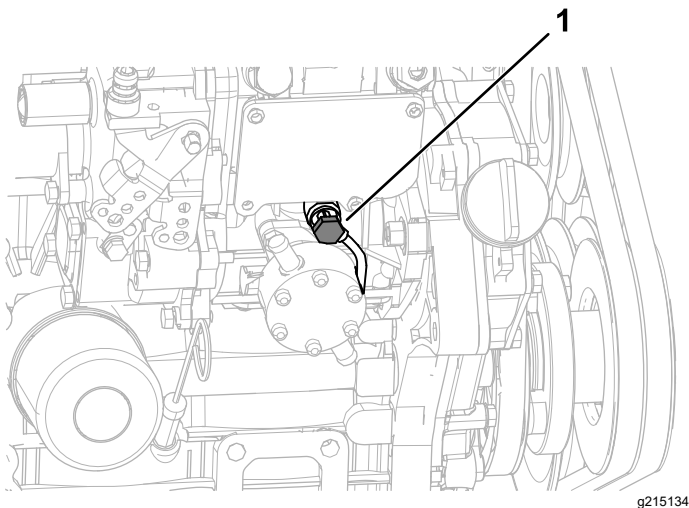

Figura 65
6. Desaperte o parafuso de purga que se encontra na bomba de injeção de combustível (Figura 65).
8. Aperte o parafuso de purga de ar (Figura 65).